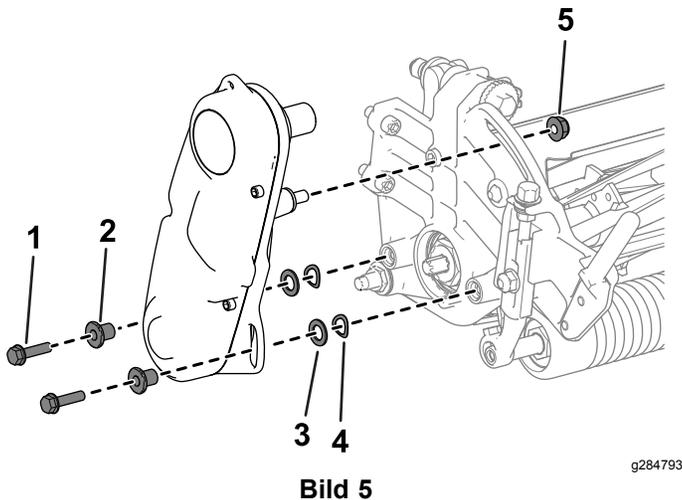

Bild 5
1. Entfernen Sie die Befestigungsmittel, mit denen die Spindel-Antriebsbaugruppe an der Seitenplatte befestigt ist (Bild 5).
2. Entfernen Sie die Spindel-Antriebsbaugruppe, Unterlegscheiben, Federscheiben und Distanzstücke von der Seitenplatte (Bild 5).